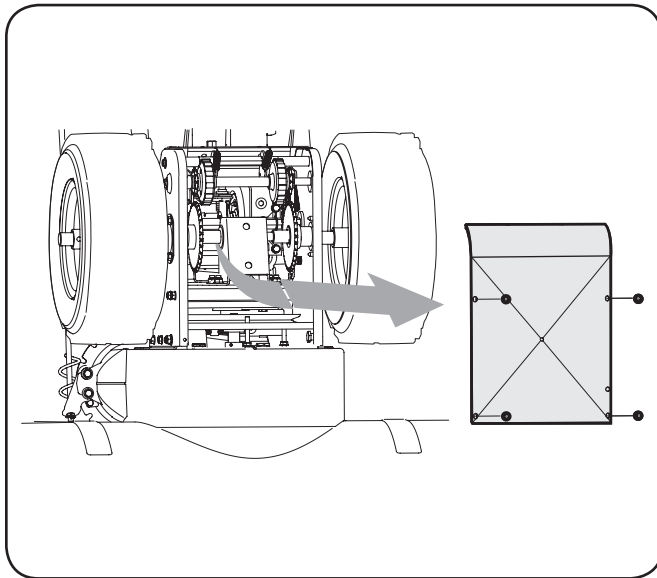

Figura 6-6
2. Saque la cubierta del marco desde debajo de la máquina quitanieve retirando los tornillos autorroscantes que la sujetan. Vea la Figura 6-6.
1. Con la máquina quitanieve inclinada hacia adelante (asegúrese de que el depósito de combustible esté vacío y seco antes de inclinar la unidad hacia adelante), retire la cubierta del marco por debajo de la unidad quitando los tornillos autorroscantes. Vea la Figura 6-6.
2. Ubique la abertura entre la ménsula de soporte del eje y el soporte del cuadro delantero (Vea la Figura 6-6). Mirando a través de esta abertura, tras soltar el control de la transmisión de las ruedas, debe existir una separación entre la rueda de fricción y la placa de la transmisión en todas las posiciones de la palanca de selección de cambios.